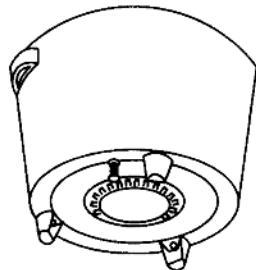

图 1-4-6 取下底盖
(1) 按图 1-4-6 所示，旋出底盖的一个螺丝（注意不要旋下固定支脚的螺丝），将底盖左右稍转动即可取下。